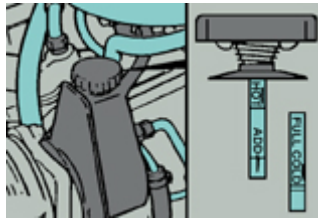

Fig. 2
- **Nivel de líquido de la servodirección (fig. 2)**